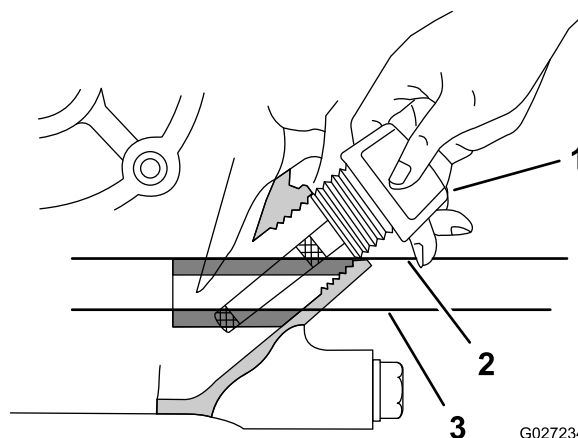

Figura 17
3. Insira a vareta do motor como se mostra na Figura 17.
6. Aperte à mão a vareta no tubo de enchimento (Figura 17).